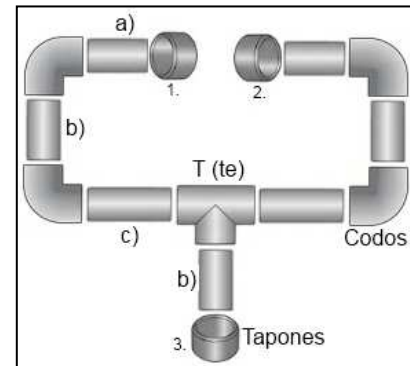

Figura 3
- 2 segmentos de 2.5 cm (figura 3: a) ,
- 3 segmentos de 2.8 cm (figura 3: b) y
- 2 segmentos de 4.5 cm (figura 3: c).
- Para armar el esqueleto observar la figura 3.
- Como se observa en la Figura 6a, los dos contactos del extremo del plug del cable 1x1 se deben poner en corto circuito (se deben unir), pero debe ponerse mucho cuidado de que sí sean los indicados. El resto del montaje es conectar los cables a la fotorresistencia siguiendo el esquema de la Figura 6b (soldar las uniones con estaño). Además deben protegerse los contactos para prevenir un corto circuito, ya sea con termoencogible o con cinta aislante y fijar la fotorresistencia al otro segmento de tubo (a) de la figura 3 con silicona, aproximadamente a 1 cm del tapón.